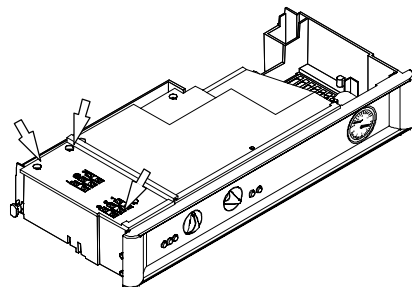

fig. 7.4
- 5 Svitare le viti e rimuovere il coperchio copri morsettieria fig. 7.4